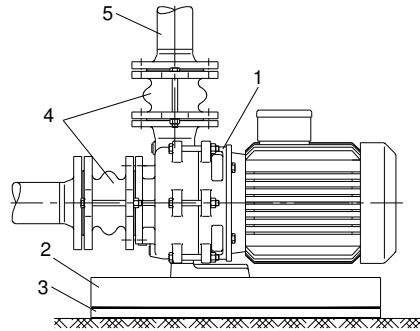

Abb. 4.6a Geräuscdämpfende Aufstellung
Eine Schallminderung kann durch Isolierung des Fundamentes (2) vom Fußboden mittels einer geeigneten Dämmplatte (3) und durch Einsatz von geeigneten Kompensatoren (4) zwischen Rohrleitung (5) und Pumpe (1) erreicht werden (Abb. 4.6a). Das Fundament (2) darf keine feste Verbindungen mit dem Boden oder den Wänden aufweisen.